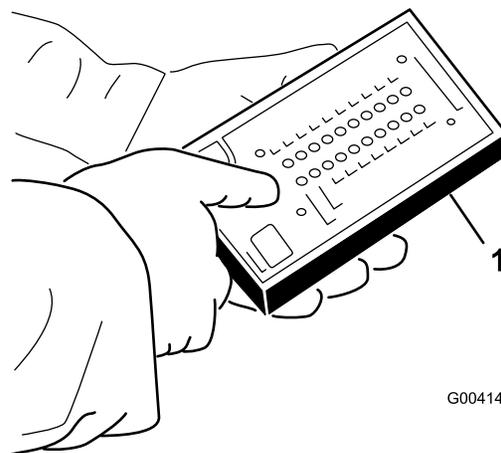

Bild 44
5. Schließen Sie den Stecker der ACE-Diagnostikanzeige an den Kabelbaum an (Bild 44).